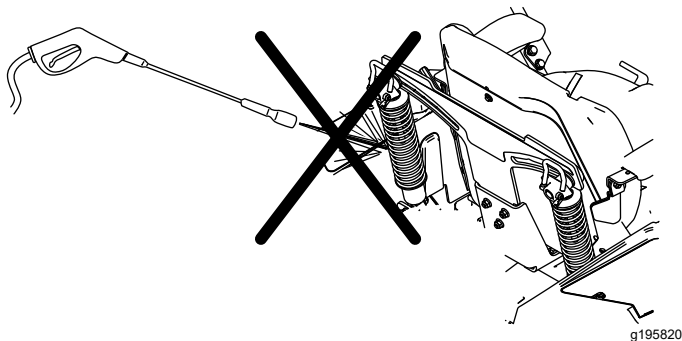

Рисунок 122
**Примечание:** Не очищайте узлы амортизаторов струей воды под давлением (Рисунок 122).